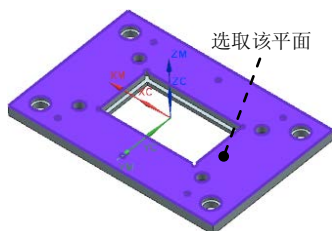
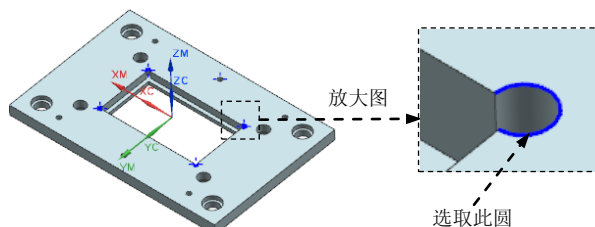

图 11.24 选取面
图 11.25 指定钻孔点
Step2. 在图形区选取图 11.24 所示的面, 单击单击“选择面”对话框的 **确定** 按钮, 系统返回到 “点位选择” 对话框, 然后在绘图区域选取图 11.25 所示的 4 个孔, 单击 **确定** 按钮, 单击 “点到点几何体” 对话框中的 **优化** 按钮, 然后单击 **最短刀轨** 按钮, 单击 **优化** 按钮, 单击 **接受** 按钮, 单击 “点到点几何体” 对话框中的 **确定** 按钮, 返回 “钻” 对话框。